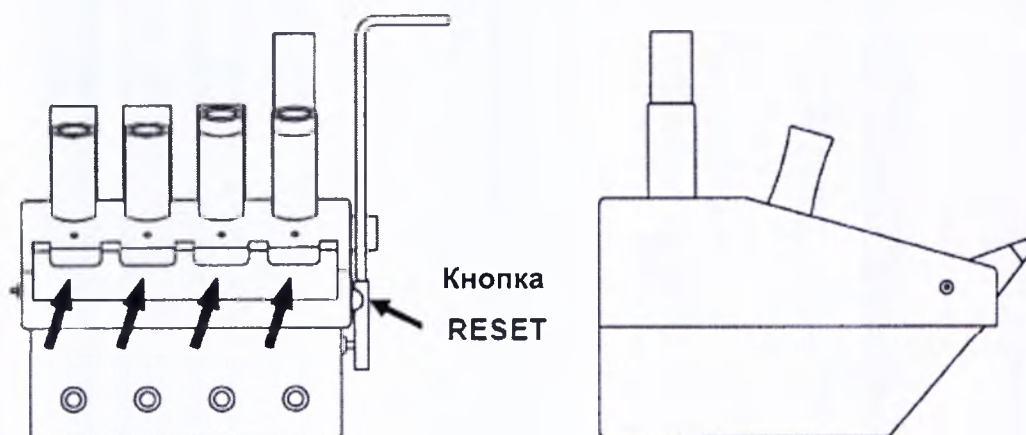

Рис. 8
- Дополнительной функцией эндоскопического центра является автоматическое определение используемого источника света. Благодаря этой функции можно активировать только те световые выходы, которые использовались в момент включения аппарата Basic Plus/Basic Plus Station. Выход определяется как "используемый", когда световой кабель помещен в отверстие соответствующего светового выхода (это означает, что световой барьер прерывается). Выходы, которые могут быть активированы, обозначены зеленым светодиодом. Светодиоды для выходов, которые не могут использоваться, остаются темными. Если необходимо активировать световой выход, обозначенный как "не используемый", подключите к выходу кабель холодного света и эндоскоп, после чего нажмите кнопку RESET на эндоскопическом центре (Рис. 8). Перед нажатием кнопки RESET необходимо убедиться, что кабель правильно размещен в отверстии соответствующего светового выхода.
*Неиспользуемый источник света не должен быть активен длительное время (например, во время очистки эндоскопа), поскольку это может привести к нежелательному нагреванию устройства. Для деактивации неиспользуемого светового выхода нажмите кнопку **RESET** на эндоскопическом центре (Рис. 8). Будет выполнен автоматический сброс системы, после чего активируются только фактически используемые выходы (функция доступна только в модели со световым барьером).*